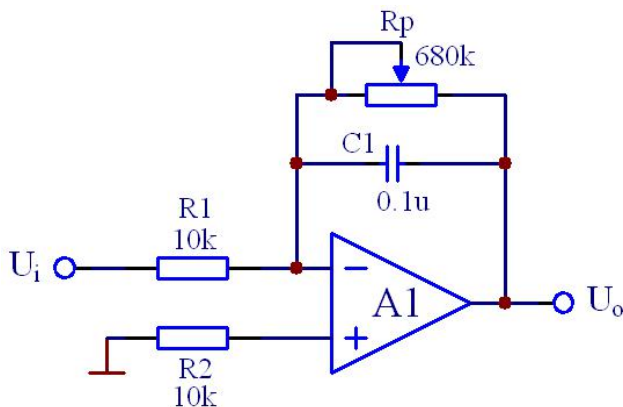

图 21.1 积分波形变换电路
1. 分析图 21.1 电路的工作原理，这种变换电路对工作频率要求如何？
实验电路如图 21.1 所示， $R_p$  调到最大。